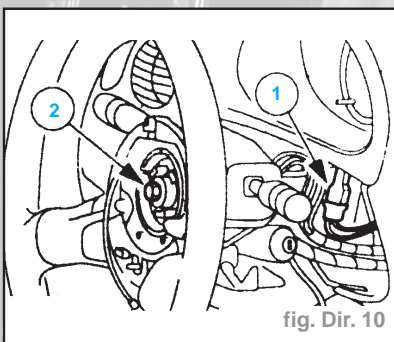

fig. Dir. 10
- Débrancher le connecteur multiple (1) du module airbag (fig. Dir. 10).
- Déposer le boulon de fixation (2) du volant de direction.